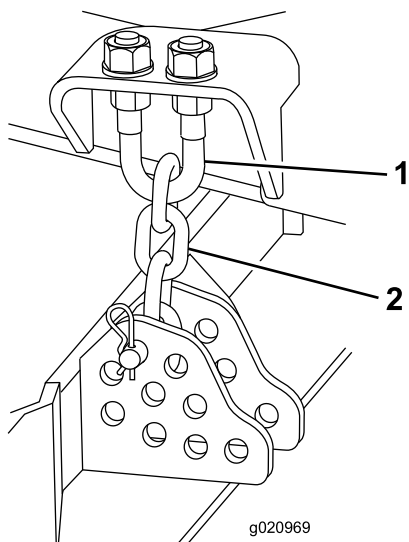

Figure 109
4. Enlevez la goupille fendue et l'axe de chape qui fixent les chaînes de hauteur de coupe à l'arrière du plateau (Figure 109).